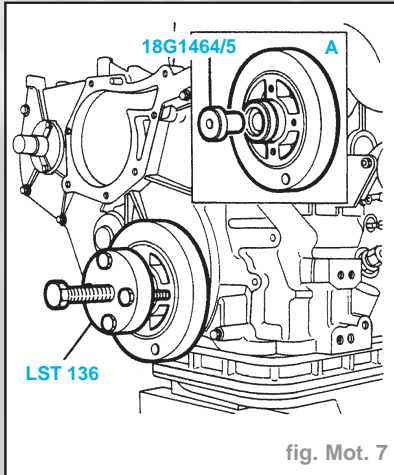

fig. Mot. 7
- L'amortisseur étant également retenu par du Loctite, utiliser l'outil spécial **LST 136** pour le retirer du vilebrequin (Fig. Mot. 7).